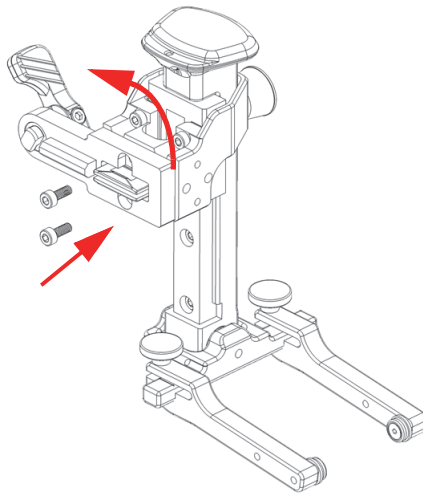

Figura 2-20 Pletina del brazo retráctil dando la vuelta
2. Gire la pletina de brazo retráctil a 180 grados (ver Figura 2-20 en la página 57).
3. Coloque nuevamente los dos tornillos en su lugar (ver Figura 2-20 en la página 57).